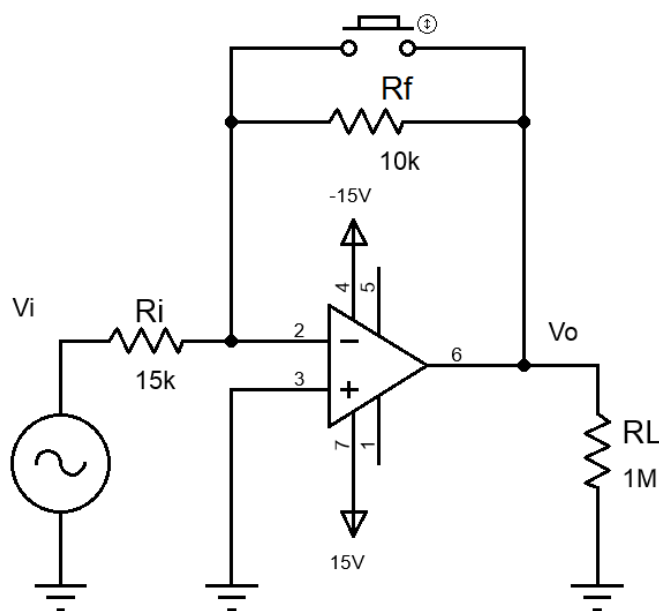

Figura 4. Fonte de corrente. Adaptado de [3].
- Montar o circuito conforme o diagrama esquemático da figura 4. O circuito é semelhante ao anterior, porém a carga é instalada no elo de realimentação negativa do ampop.